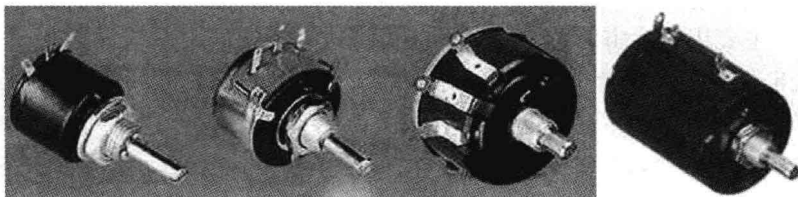

图1-8 线绕电位器
1. **线绕电位器** 实物如图1-8所示,它又可分为通用线绕电位器、精密线绕电位器、大功率线绕电位器和微调线绕电位器。精密电位器输出特性精度较高,阻值精度也较高,主要用作电动车的无级调速。微调电位器带有慢转机构,主要用作电流、电压的微量调节。